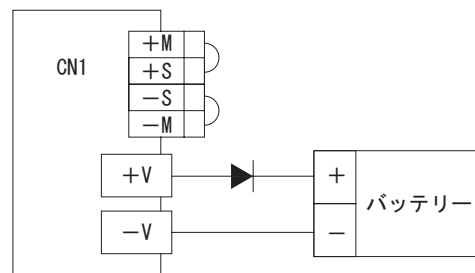

図 5.1 バッテリーとの接続方法
■バッテリーへ充電を行う際は、バッテリーからの逆流を防止するため、図 5.1 のとおりダイオードを取り付けてください。